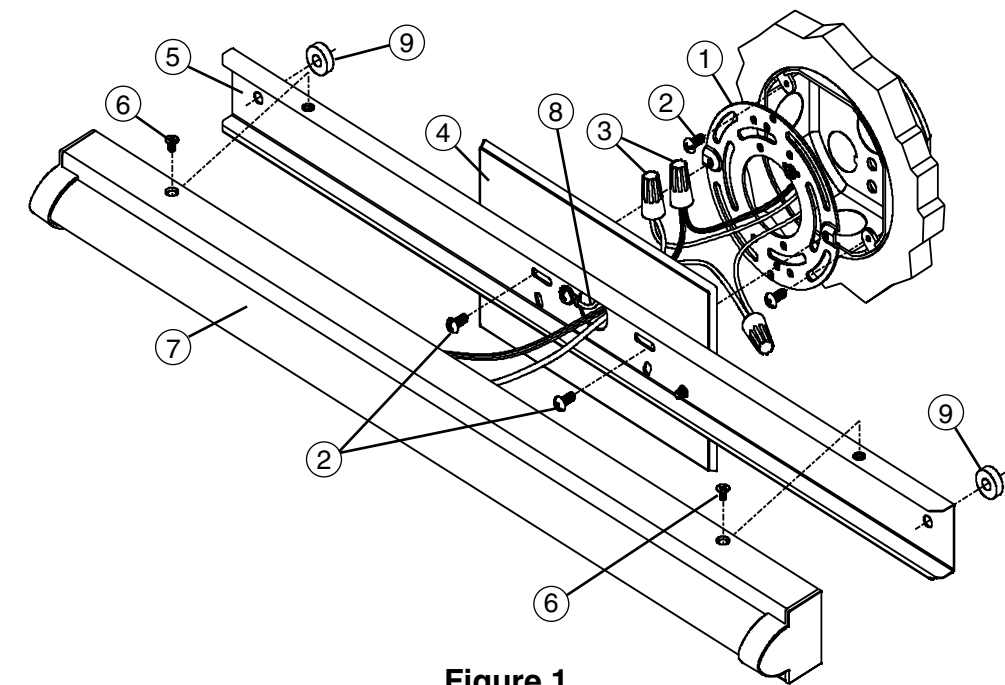
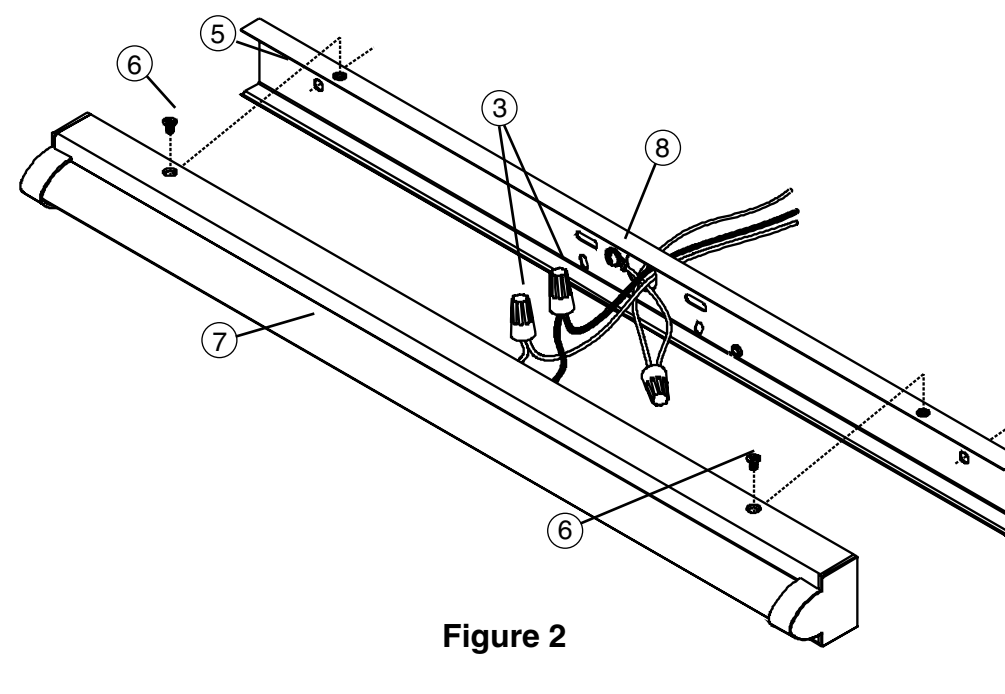
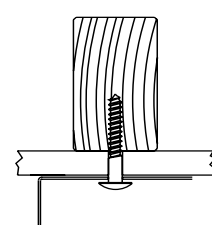
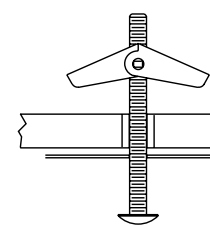

Figure 1
Figure 2
Figure 3
Figure 4
- 4a. Attacher la plaque de montage (1) au boîtier de raccordement en utilisant les vis de 1/2 po (2) pour que deux trous filetés s'alignent avec les trous de la plaque arrière (5) pour une installation verticale ou horizontale. Voir la figure 1.
- 5a. Pour soutenir les luminaires plus grands, tenir la plaque arrière (5) contre la surface de montage à l'emplacement désiré et marquer l'emplacement des trous de montage extérieurs de 1/4 po de Ø. Percer un orifice pilote de 1/8 po de Ø à chaque emplacement.
- 6a. Si la perceuse atteint un clou ou une solive de plafond, utiliser des vis à bois (non incluses) et des supports d'espacement (9) pour sécuriser l'assemblage de plaque arrière (5) après avoir terminé les raccordements centraux. Voir la figure 3.
- 7a. Si la perceuse n'atteint pas de clou ou de solive de plafond, agrandir les trous de manière à pouvoir y insérer un boulon (non inclus). Installer le boulon dans la plaque arrière (5), un support d'espacement puis les vis avant d'effectuer les raccordements centraux. Voir la figure 4.
- 7a. Faire passer les fils du luminaire et de mise à la terre à travers le pavillon (4) et positionner le boîtier (7) et la plaque arrière (5) près de la boîte de raccordement.
- 8a. Utiliser les capuchons de connexion (3) pour connecter le fil de mise à la terre vert (9) au fil de de mise à la terre cuivre nu, puis relier le câble du luminaire noir au câble d'alimentation noir et le câble du luminaire blanc au câble d'alimentation blanc. Repousser soigneusement en place les fil connectés dans le boîtier de raccordement. Voir la figure 2.
- 9a. Séparer le boîtier (7) et maintenir la plaque arrière (5) contre la surface de montage. Si des vis à bois et des supports d'espacement (9) ou des écrous préinstallés, des supports d'espacement (9) et des vis sont utilisés, les insérer dans les avant-trous.
- 10a. Installer deux vis de 1/2 po de longueur (2) dans les fentes de la plaque arrière (5) puis dans les trous filetés de la plaque de montage (1). Maintenir le luminaire à niveau, serrer ces vis et les écrous jusqu'à ce que le luminaire soit fixé. Voir la figure 1.
- 4b. Si les règlements locaux le permettent et s'il n'y a pas de boîtier de raccordement, le luminaire peut être installé sans pavillon (4) en retirant les vis retenant le pavillon (4) à la plaque arrière et en laissant le pavillon (4) de côté.
- 5b. Couper l'alimentation au niveau du disjoncteur. Positionner la plaque arrière (5) contre la surface de montage, puis passer le câble d'alimentation par le centre. Marquer l'emplacement des trous extérieurs de 1/4 po de Ø de la plaque de montage, puis percer un orifice pilote de 1/8 po de Ø à chaque emplacement.
- 6b. Si la perceuse atteint un clou ou une solive de plafond, utiliser des vis à bois (non incluses) pour fixer la plaque arrière (5) après avoir terminé les raccordements. Voir la figure 3.
- Si la perceuse n'atteint pas de clou ou de solive de plafond, agrandir les trous de manière à pouvoir y insérer un boulon (non inclus). Installer le boulon à travers la plaque arrière, puis insérer la vis avant de terminer les raccordements. Jeter les supports d'espacement (9); voir la figure 4
- 7b. Installer un serre-câble approprié (non inclus) dans le trou du centre de 7/8 po de Ø de la plaque arrière (5). Prévoir un espace suffisant dans la surface de montage pour encastrer le serre-câble.
- 9b. Insérer les vis à bois ou les boulons préinstallés dans les trous de montage déjà percés. Maintenir le luminaire à niveau, serrer les vis ou les boulons jusqu'à ce que le luminaire soit bien fixé. Voir la figure 1.
- 10b. Utiliser les capuchons de connexion (3) afin de connecter le fil de mise à la terre vert (8) avec le fil de mise à la terre cuivre, puis connecter le câble du luminaire noir au câble d'alimentation noir et le câble du luminaire blanc au câble d'alimentation blanc. Voir la figure 2.
11. Sans pincer les câbles, positionner le boîtier d'assemblage (7) par-dessus la plaque arrière (5) en l'alignant avec les trous de montage. Insérer les vis à tête plate (6) et serrer.
- 4a. Attach Mounting Plate (1) to junction box using 1/2" long screws (2) so that two threaded holes align with slots in the Backplate (5) for horizontal or vertical installation. See Fig. 1.
- 5a. To support longer length fixtures, hold the Backplate (5) against the mounting surface in the desired location and mark the location of the Ø1/4" outer mounting holes. Drill 1/8" Ø pilot hole at each location.
- 6a. If drill encounters a stud or joist, use wood screw(s) (*not supplied*) and Spacers (9) to secure the Backplate Assembly (5) after completing wire connections. See Fig. 3.
If drill does not encounter a stud or joist, enlarge the holes to accommodate toggle nuts & bolts (*not supplied*). Install the bolt(s) through the Backplate (5), a Spacer (9) then the toggle nut before making wire connections. See Fig. 4.
- 7a. Feed the fixture and ground wires through the Canopy (4) and position the Housing (7) and Backplate Assemblies (5) near the junction box.
- 8a. Use Wirenuts (3) to connect the Green Ground Wire (9) to the bare copper ground wire, then connect the black fixture wire to the black power supply wire and the white fixture wire to the white power supply wire. Carefully push the wires back into the Junction Box. See Fig. 2.
- 9a. Separate the Housing (7) and hold the Backplate Assembly (5) against the mounting surface. If using wood screw(s) and Spacers (9) or the pre-installed toggle bolt(s), Spacers (9) and nut(s), insert them into the pre-drilled mounting holes.
- 10a. Install two 1/2" long screws (2) through slots in the Backplate (5) into the threaded holes in the Mounting Plate (1). Hold the fixture level, tighten these screws and the toggle bolts until the fixture is secure. See Fig. 1.
- 4b. If codes permit and there is no junction box, the fixture can be installed without the Canopy (4) by removing the screws holding the Canopy (4) to the Backplate (5) and setting the Canopy (4) aside.
- 5b. Turn the power off at the circuit breaker box. Position the Backplate (5) against the mounting surface, centered over the supply wire entry location. Mark the location of the 1/4" Ø outer mounting holes then drill 1/8" Ø pilot holes at each location.
- 6b. If drill encounters a stud or joist, use wood screw(s) (*not supplied*) to secure the Backplate (5) after completing wire connections. See Fig. 3.
If drill does not encounter a stud or joist, enlarge the holes to accommodate toggle nut(s) & bolt(s) (*not supplied*). Install the bolt(s) through the Backplate, then the toggle nut(s) before completing wire connections. Discard Spacers (10) See Fig. 4.
- 7b. Install an appropriate supply wire strain-relief (*not supplied*) in the 7/8" Ø center hole of the Backplate (5). Provide sufficient clearance in the mounting surface to recess the strain relief.
- 9b. Insert wood screws or the pre-installed toggle nuts and bolts into the previously drilled mounting holes. Hold the fixture level, tighten the screws or toggle bolts until the fixture is secure. See Fig. 1.